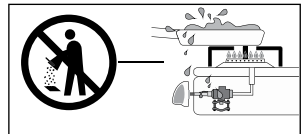

Figura 50
- Las válvulas deben permanecer en su interior limpias de grasas y derrames originados por la cocción de alimentos. El depósito de residuos puede afectar el buen funcionamiento de las mismas (Ver figura 50).